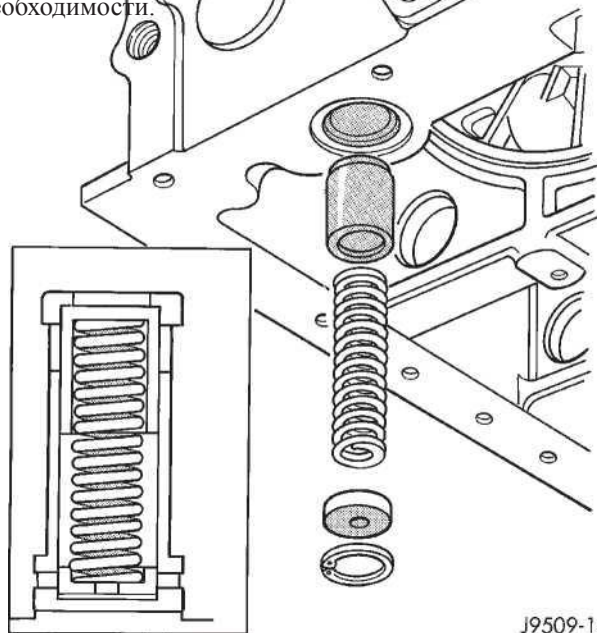

Рис. 88 Предохранительный клапан давления
(3) Удалите пружинное кольцо предохранительного клапана.
(4) Удалите крышку предохранительного клапана, пружина и нырлящик (Рис. 88).
(5) Проверьте продолжительность пружины предохранительного клапана. Пружина предохранительного клапана свободная длина составляет 57.5 мм (2,263 дюйма.). Если пружинная длина меньше, или пружина искажена, она должна быть заменена.
(6) Проверьте нырлящика на выигрыш, замените при необходимости.